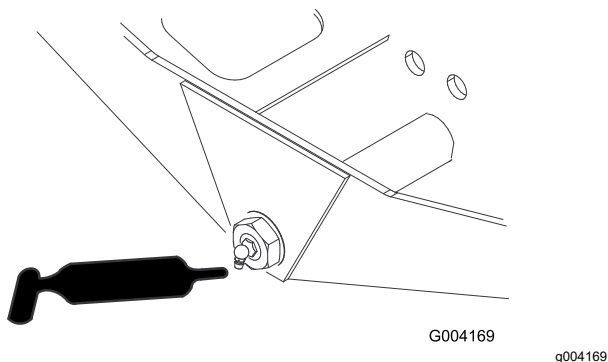

Figura 72
- Articulação do direção do eixo (1 cada) (Figura 72)